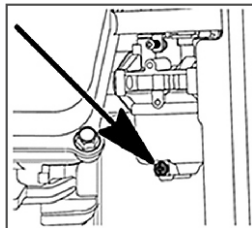

Рис.8
2. Выкрутите болт сливного отверстия (Рис. 8) на 2-3 оборота и слейте топливо из поплавковой камеры карбюратора.